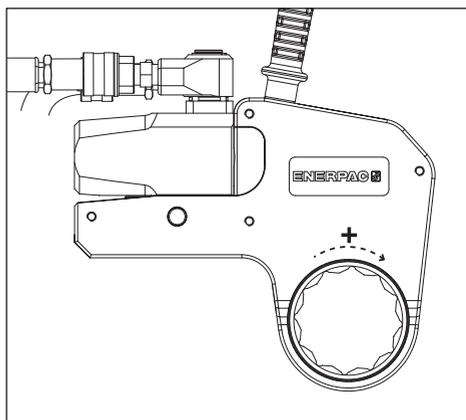

Fig. 7
4.3.1 Serrage d'un écrou ou d'un boulon (fig. 7 et 8)
- Placer le bras de réaction (17) contre un point de réaction approprié (18). Ce point de réaction offrira un contrepoint à la force produite par l'utilisation de l'outil.